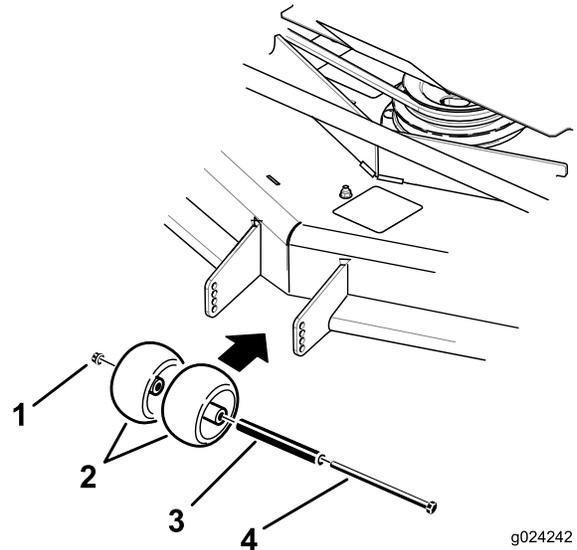

Рисунок 32
3. Отрегулируйте защитные валики, как показано на Рисунок 32 и Рисунок 33.